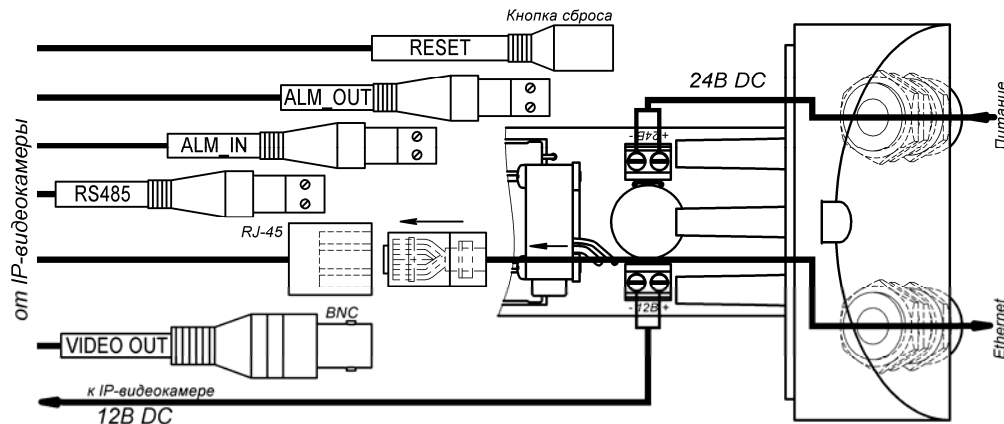
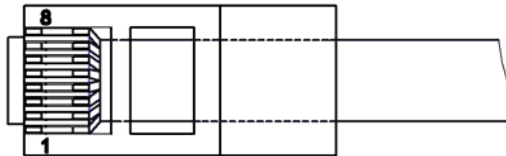

Рис.2 Подключение ТВК-63IP
Рис. 3 Обжимка кабеля кат.5е
1. Установить кронштейн (2) на штатное место, закрепить на нём гермобокс с видеокамерой (1).
2. Ввести через гермовводы внешние кабели (кабель Ethernet и кабель питания). Кабель питания подключить к плате коммутации к клеммнику «+ 24 -», соблюдая полярность (см.рис.2). На кабель Ethernet обжать вилку RJ-45 (см.рис.3).